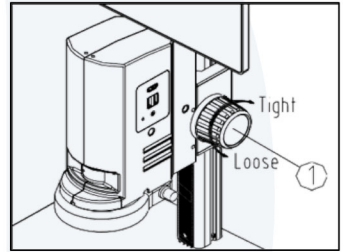

Abb.5
- Um die Fokussierspannung einzustellen, halten Sie das linke Rad fest und drehen Sie an dem Rechten. (1) Drehen Sie im Uhrzeigersinn um zu spannen und gegen den Uhrzeigersinn um zu lockern. (Siehe Abb.5)